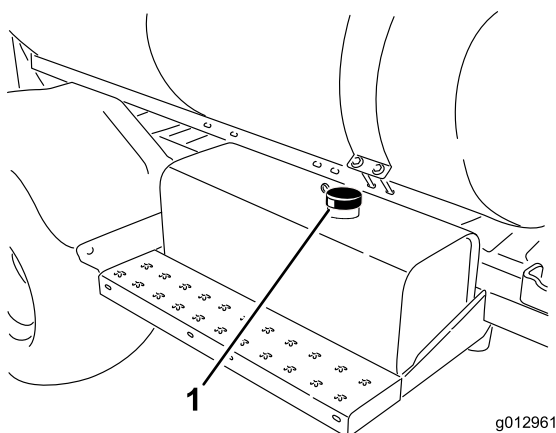

Figura 56
3. Pulite l'area attorno al tappo del serbatoio dell'olio idraulico e toglietelo (Figura 56).